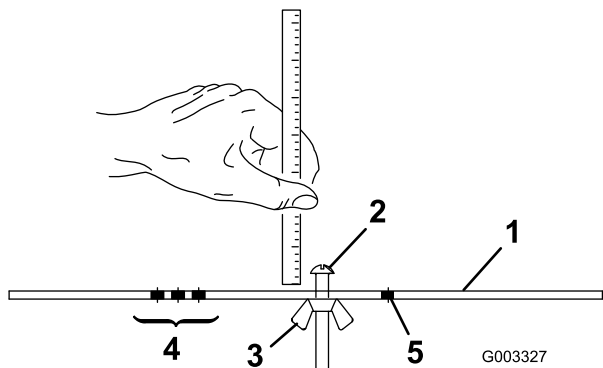

Figura 19
2. Allentate il dado sulla barra di riferimento (Figura 19) e regolate la vite di regolazione secondo l'altezza di taglio desiderata. La distanza tra l'estremità inferiore della testa della vite e la parte frontale della barra corrisponde all'altezza di taglio.